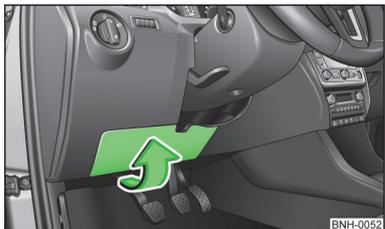

Fig. 144
- Togliere il coperchio della scatola dei fusibili » fig. 144 in direzione della freccia.